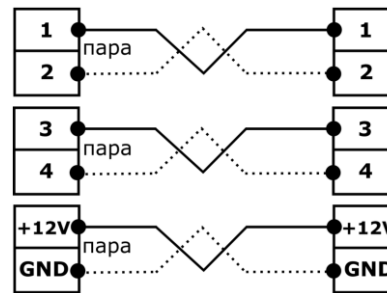

Рисунок 3.3 – Схема підключення внутрішнього та зовнішнього блоків модуля
Схема підключення внутрішнього та зовнішнього блоків модуля наведена на Рис. 3.3.
Підключення внутрішнього та зовнішнього блоків модуля виконується кабелем типу «звита пара» згідно з Рис. 3.3. Для підключення (клеми 1-4, +12V, GND) внутрішнього та зовнішнього блоків модуля потрібно використовувати жили однієї звитої пари (використання жил різних звитих пар є неправильним, парами є **1, 2** та **3, 4**) та з'єднати клеми відповідних номерів (**1** до **1**, **2** до **2** і т. д.).
**Крок 3** – Підключити зовнішній та внутрішній блоки модуля згідно з Рис. 3.3.